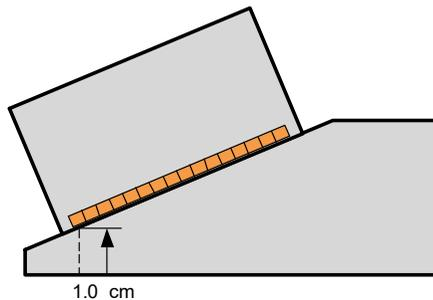

Figure 4-9 Hauteur du premier élément
- f) Sélectionnez **Hauteur**, et puis entrez la hauteur du premier élément (voir la Figure 4-9 à la page 117).